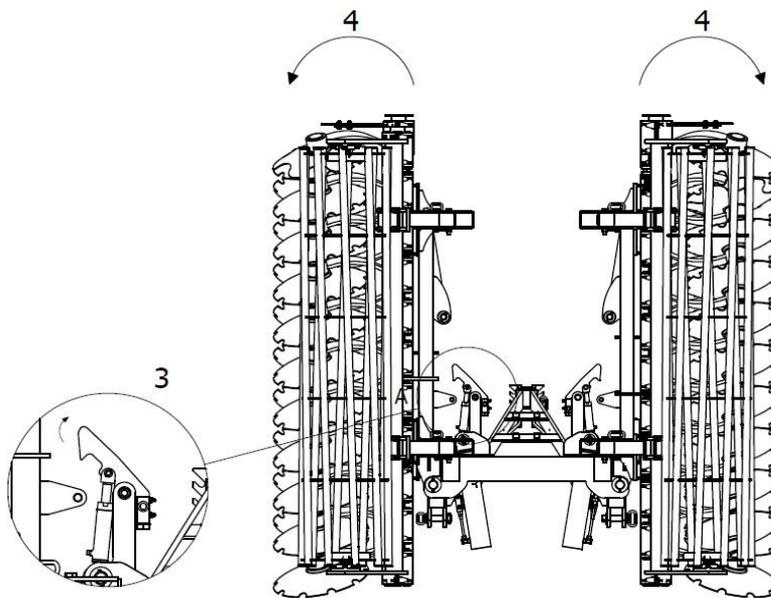

Fig. 7 Étapes du dépliage de la machine : 3 – crochet du verrouillage hydraulique décroché 4 – les bras se déplient (« s'ouvrent »).
3. Ensuite, s'assurer que le crochet du verrouillage hydraulique permettra le déverrouillage des bras latéraux et les déplier (« ouvrir ») entièrement. (fig. 7).